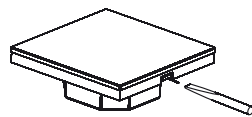

Рис. 1. Отсоединение панели от корпуса.
- Аккуратно отделите лицевую панель от корпуса при помощи отвертки (Рис. 1).